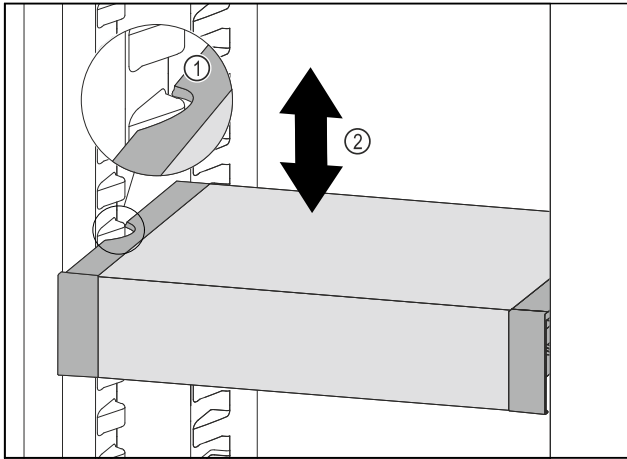

Fig. 86
- ▶ VarioSafe nach vorne ziehen, bis sich die seitlichen Aussparungen des VarioSafes auf Höhe der Behälterrippe im Kühlteil befinden. Fig. 86 (1)
- ▶ VarioSafe im Kühlteil nach oben oder unten bewegen, bis gewünschte Höhe erreicht ist. Fig. 86 (2)